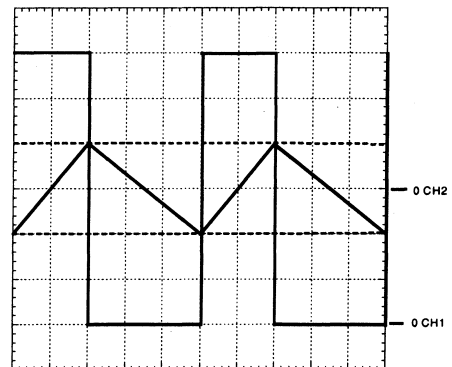

Figure 4
L'oscillogramme de la figure 4 fournit un relevé de tensions effectué alors que la source E_0 fournit une puissance $P = 3 \text{ kW}$.
2.2.4.4. Déduire de l'oscillogramme de la figure 4 et des conditions de réalisation de l'essai correspondant (il ne s'agit pas de l'essai initial pour lequel $E = 100$ V mais de celui présenté à la question 2.2.4.) :